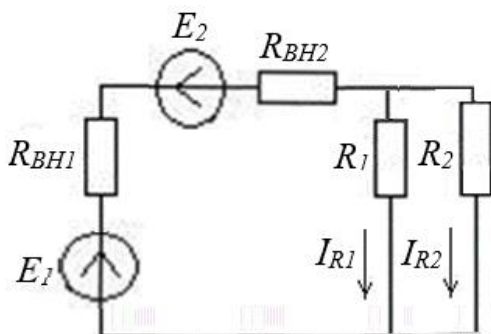

Рис. 2
**Вопрос 3.** Определите баланс мощностей для схемы на рис. 2'. Задано: